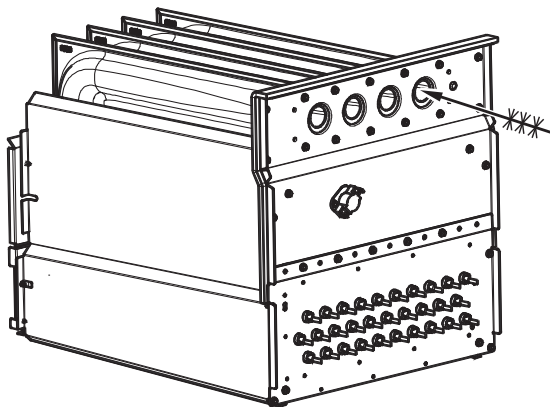

Fig. 71 – Limpieza de la celda del intercambiador de calor A11273
- Limpie las aberturas del intercambiador de calor con un cepillo blando y una aspiradora. Consulte la Fig. 71.